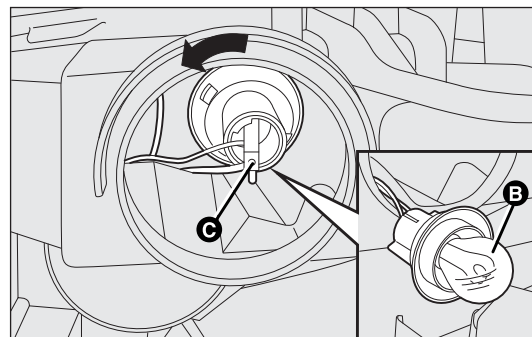

fig. 153
- ☐ gire hacia la izquierda el portalámpara C-fig. 153 y extraígallo;
- ☐ extraiga la lámpara B-fig. 153 empujándola ligeramente y girándola hacia la izquierda;